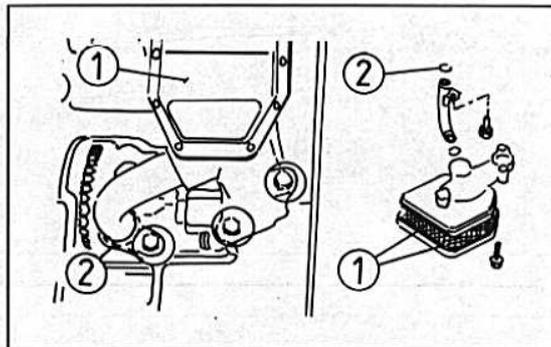

Bild 202
- Den Ölsaug ausbauen (Bild 202).